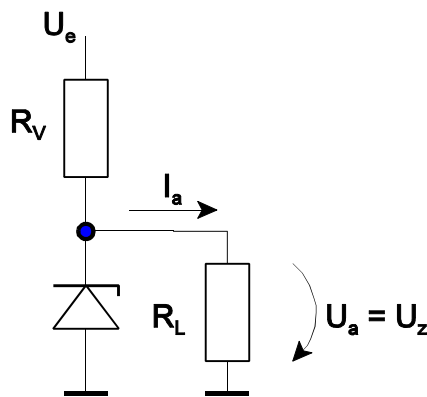

Abb. 6 Stabilisierungsschaltung mit Z-Diode
15. Abb. 6 zeigt eine Stabilisierungsschaltung mit Z-Diode. Dimensionieren Sie den Widerstand R_V .